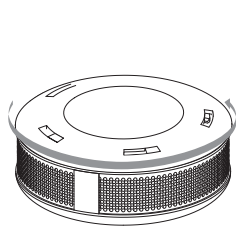

Fig. 1
1. Obróć pokrywę w kierunku przeciwnym do ruchu wskazówek zegara (Fig. 1).